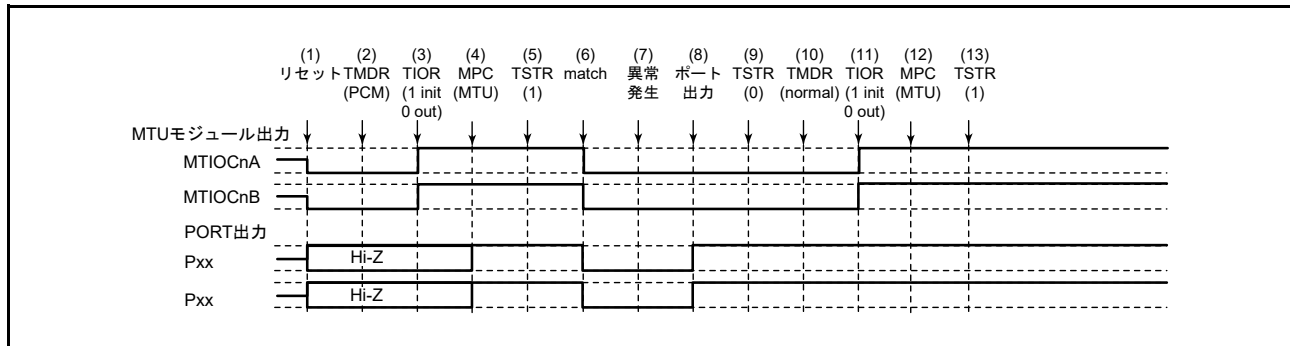

図 24.170 位相計数モードで異常が発生し、ノーマルモードで復帰する場合
位相計数モードで異常が発生し、再設定後ノーマルモードで再スタートする場合の説明図を図 24.170 に示します。
(1) ～ (9) は図 24.170 と共通です。
(10) PWM モード 1 を設定します。
(11) TIOR レジスタで端子を初期化してください (PWM モード 1 では MTIOCnB (MTIOCnD) 端子に波形が出力されません。出力すべきレベルがある場合は、I/O ポートのポート方向レジスタ (PDR)、ポート出力データレジスタ (PODR) で汎用出力ポートの設定をしてください)。
(12) MPC と I/O ポートのポートモードレジスタ (PMR) で MTU 出力としてください。
(13) TSTRA レジスタで再スタートします。
(10) PWM モード2を設定します。
(11) TIOR レジスタで端子を初期化してください (PWM モード2 では周期レジスタに使用した TGR レジスタに対応する端子に波形が出力されません。出力すべきレベルがある場合は、I/O ポートのポート方向レジスタ (PDR)、ポート出力データレジスタ (PODR) で汎用出力ポートの設定をしてください)。
(13) TSTR レジスタで再スタートします。